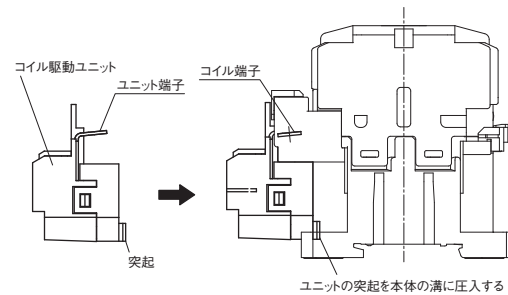

図1
ユニットの端子をコイル端子A1、A2に差し込み、さらにユニット固定用突起を電磁接触器本体の溝に圧入して取付けます。ユニット端子は操作回路の電線と共締めしてください。(図1)
- ① 単独設置ユニットの端子ねじをいっぱいまで緩めてください。
- ② サーマルリレー接続線を、単独設置ユニットの挿入ガイドに沿って挿入してください（図1）。